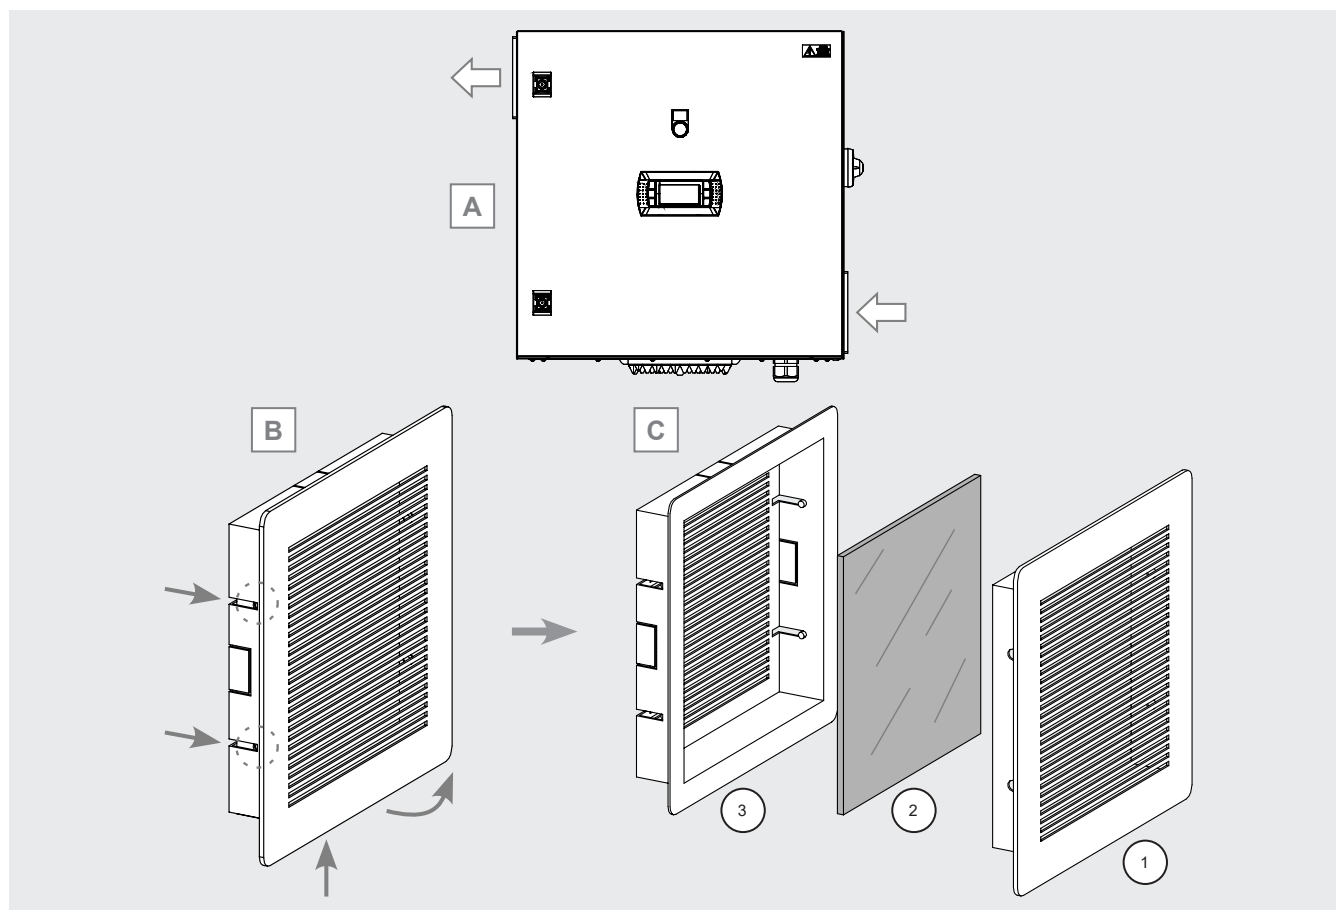

Figura 37
- Localice el punto de instalación de las rejillas de aire. La ubicación depende del tipo de centralita instalada. Consulte la documentación suministrada con el cuadro eléctrico. Como ejemplo, la rejilla de entrada de aire está en la parte inferior derecha, la rejilla de salida de aire está en la parte superior izquierda. Véase la Figura 37 A.
- Introduzca la punta de un destornillador de ranura en la muesca del perfil inferior de la rejilla (1) y levántela con cuidado. Tenga cuidado de no dañar las juntas. Si es necesario, haga palanca suavemente en las muescas laterales que fijan la rejilla al soporte (3). Véase la Figura 37 B y C.
- Retire la rejilla (1) con cuidado de no dejar caer los filtros (2) de la parte trasera. Los filtros pueden ser diferentes según el tipo de instalación. Compruebe el estado de los filtros: sustitúyalos si es necesario. Véase la Figura 37 B y C.
- Instale de nuevo la rejilla (1) y el filtro (2), teniendo cuidado de fijar (1) en las muescas laterales del soporte (3). Véase la Figura 37 B.